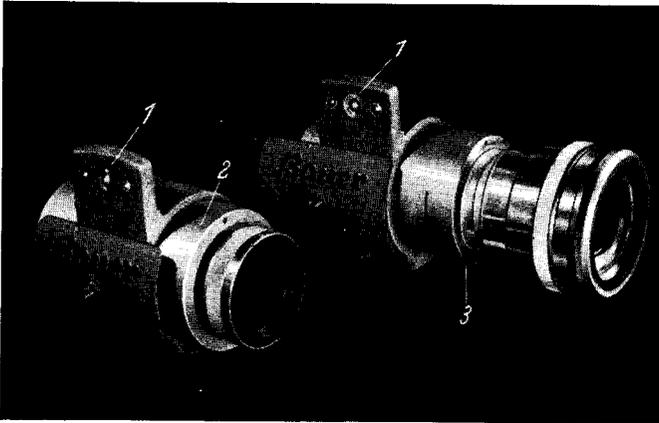

Abb. 7 Objektivauswechselfassungen, links für Normalbild, rechts für Cinemascope
- den Klemmfassungen mit Lichtschutzblech (Abb. 7, Pos. 1) und
- den Objektivfassungen mit Zwischentuben (Abb. 7, Pos. 2).
Die für Normalfilm, Breitbild oder Cinemascope notwendigen Objektive und Objektivgruppen werden in die zylindrischen Objektivfassungen (Abb. 7, Pos. 2)
Beim Einsetzen der Entzerrungsvorsätze in die Objektivfassung ist zu beachten, daß das Entzerrungsobjektiv mit dem Fassungsstück, das 79,6 mm  $\varnothing$  hat, nicht weiter in die Objektivfassung eingeschoben wird als bis zu der Stelle, wo die Objektivfassung eingesägt ist. Man kann dann nämlich das Entzerrungsobjektiv mit der vorderen Imbusschraube (Bild 7, Pos. 3) festspannen und hat immer noch die Möglichkeit, mit dem Grundobjektiv im hinteren Teil der Objektivfassung zu verfahren.